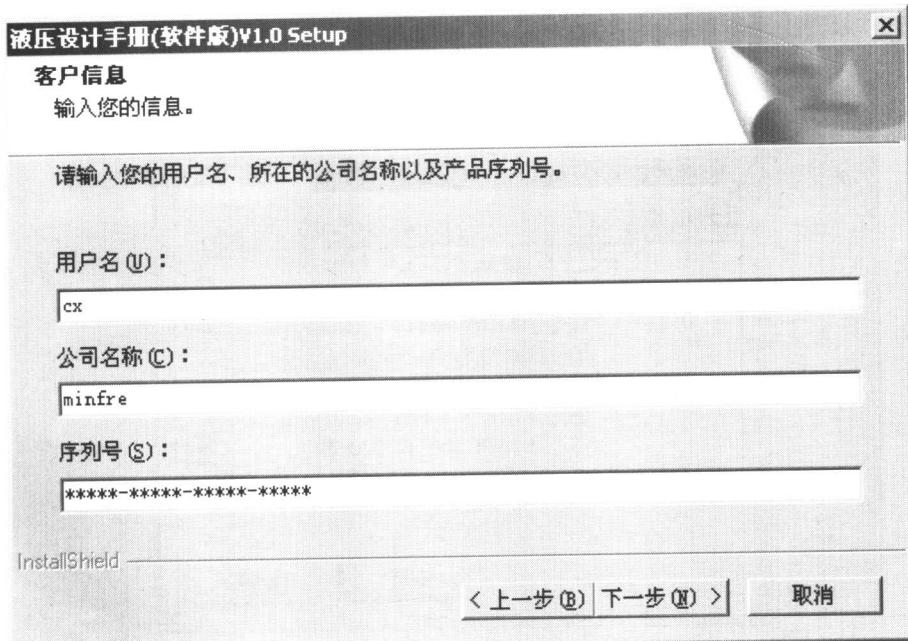

图 1.4 客户信息界面
(5) 在客户信息界面中输入相关信息及序列号并仔细检查序列号无误后，单击“下一步”按钮，如图 1.4 所示。